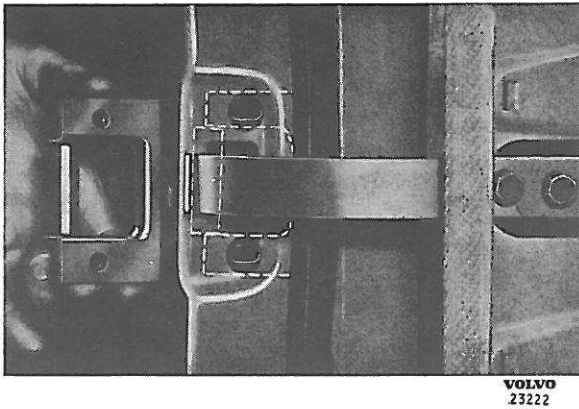

Figure 14. Cale-porte
1. Démontez le cale-porte, figure 14. Les vis de fixation du cale-porte sont accessibles après avoir démonté le carton de revêtement du flanc de carrosserie. Le cale-porte peut également se démonter dans la porte même, après avoir enlevé le grain mobile. Pour accéder à ce grain mobile, il faut toutefois démonter la garniture de porte, voir "Démontage de la poignée et de la garniture de porte".